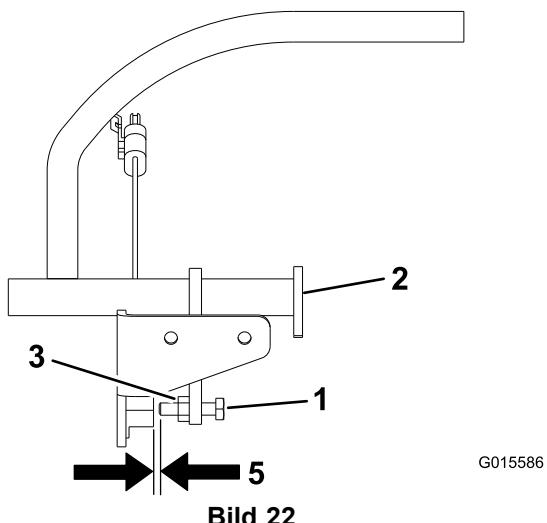

Bild 22
10. Stellen Sie die Schraube so ein, dass zwischen dem Initiator und der Schraube ein Abstand von 0,5 mm besteht (Bild 22).